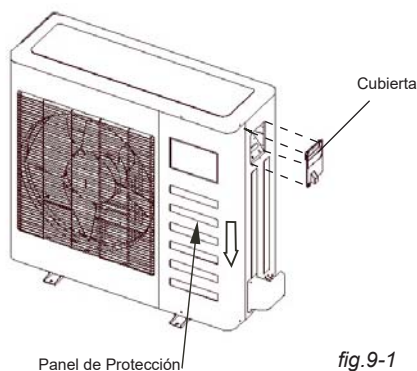
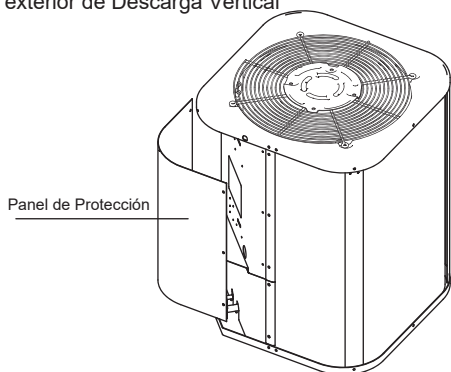
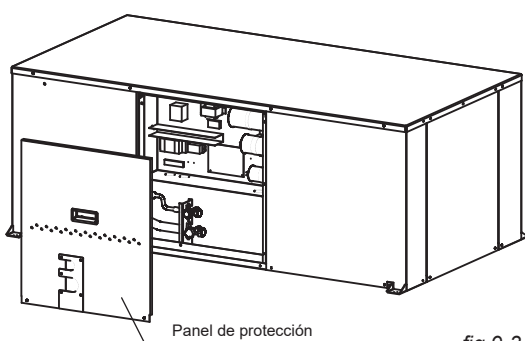

fig.9-1
fig.9-2
fig.9-3
- Desarme los tornillos de la cubierta. (Si no hay cubierta en la unidad exterior, desajuste los tornillos de la placa de mantenimiento, y jale en la dirección de la flecha para remover el panel de protección.) (Referirse a *fig.9-1*, *fig.9-2*, *fig.9-3*)